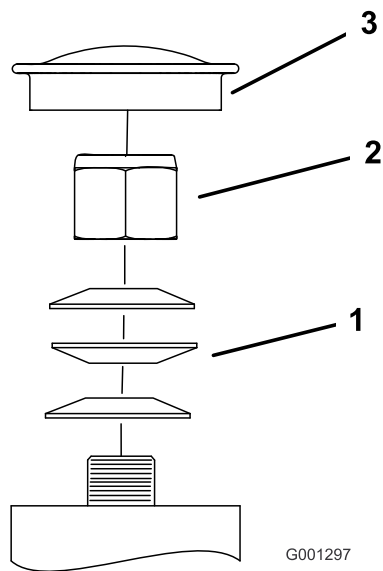

Figura 62
3. Retire el tapón guardapolvo de la rueda giratoria y apriete la contratuerca (Figura 62).
4. Apriete la contratuerca hasta que las arandelas de muelle estén planas, luego afloje  $\frac{1}{4}$  de vuelta para establecer la pre-carga correcta de los cojinetes (Figura 62).
**Importante:** Asegúrese de que las arandelas de muelle están correctamente instaladas, según se muestra en Figura 62.
5. Coloque el tapón anti-polvo (Figura 62).